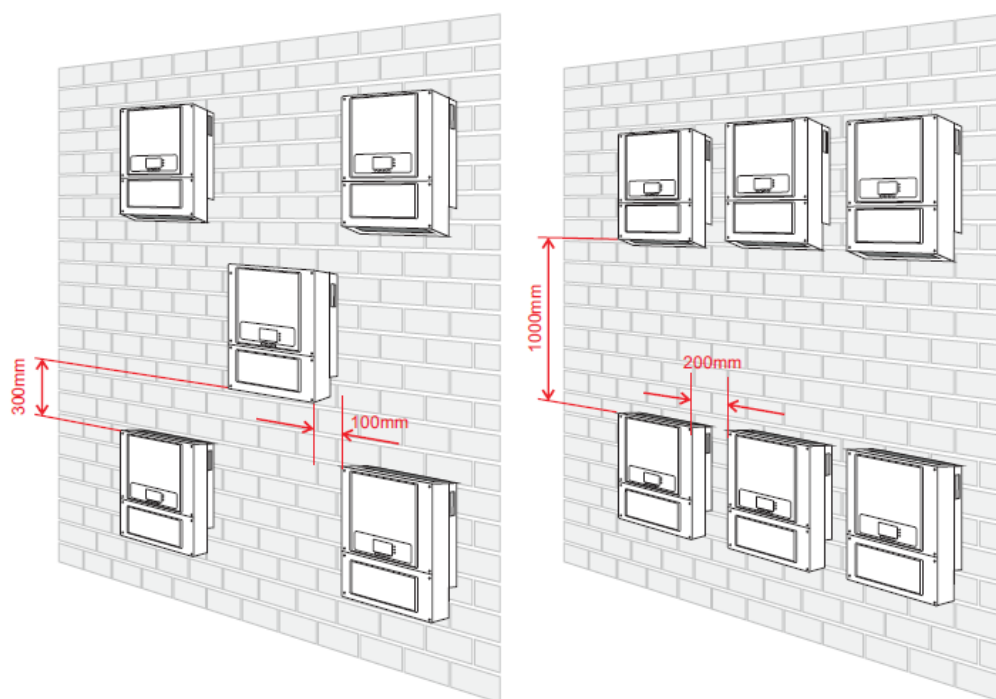
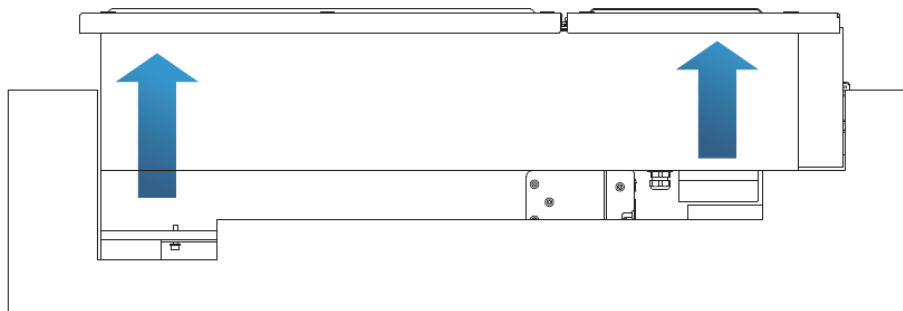

Figura 13 -Requisiti di installazione per più inverter
Figura 14 - Rimozione delle protezioni in polistirolo
- 1) Aprendo l'imballaggio, inserire le mani nelle fessure di entrambi i lati dell'inverter e afferrare l'inverter, come mostrato nella Figura 13 e nella Figura 14. Per tale operazione sono richieste due persone in modo da garantire la sicurezza delle persone e la corretta movimentazione dell'inverter.